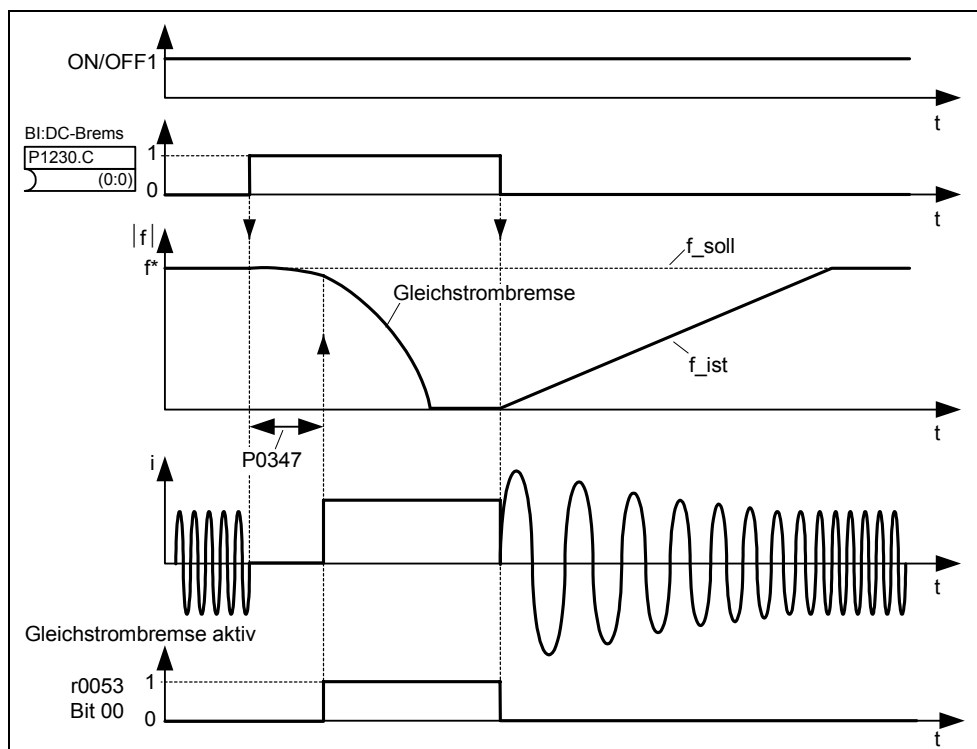

Bild 3-52 DC-Bremse nach externer Anwahl
1. Freigabe und Anwahl über BICO-Parameter P1230 (siehe Bild 3-52)